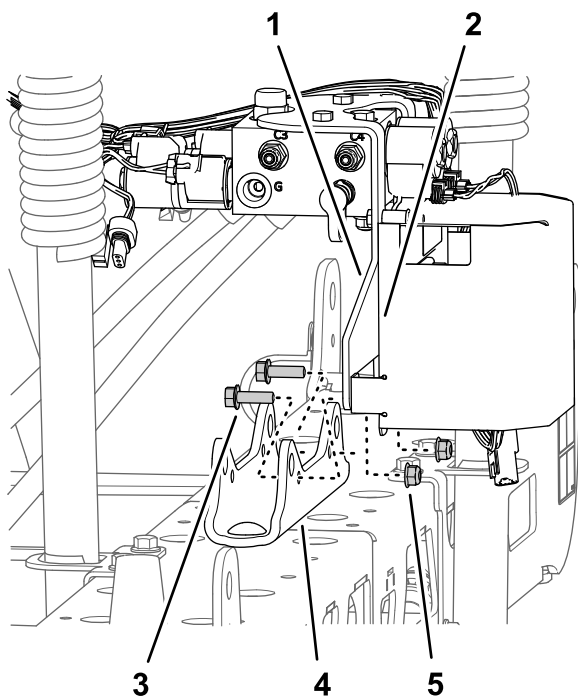

Figura 42
- Para máquinas com o kit de nivelção da rampa ultra sonic opcional:** retire as duas porcas flangeadas (5/16 pol.) e os dois parafusos de cabeça flangeada (5/16 x 1 pol.) que prendem o suporte para o coletor de elevação da secção e o suporte do controlador TEC à montagem do cilindro e retire o coletor e o suporte da montagem do cilindro (**Figura 42**).